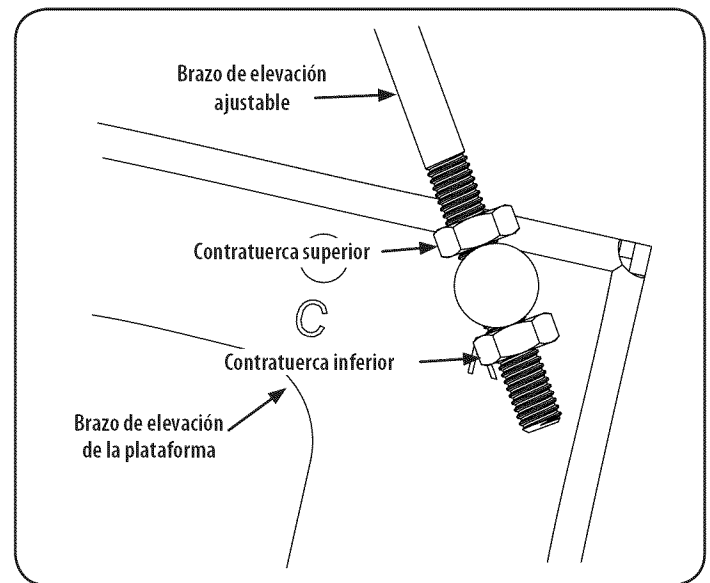

Figura 29
3. Afloje la contratuerca inferior del brazo de elevación ajustable que está conectado al brazo de elevación de la plataforma a fin de bajar la plataforma y ajuste la contratuerca superior para sujetar la plataforma en su lugar, afloje la contratuerca superior, luego ajuste la contratuerca inferior para sujetar la plataforma en su lugar. Vea la Figura 29.